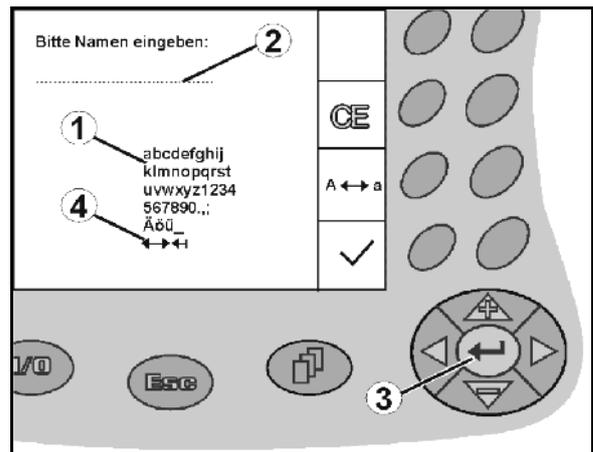

Fig. 12
S'il est nécessaire de saisir des textes ou des chiffres sur l'AMATRON⁺, le menu de saisie (Fig. 12) apparaît.
Dans la partie inférieure de l'écran s'affiche un champ de sélection (Fig. 12/1) qui comporte des lettres, des chiffres et des flèches permettant de remplir la ligne de saisie (Fig. 12/2) (avec du texte ou des chiffres).
Sélection des lettres ou des chiffres dans le champ de sélection (Fig. 12/3).
-  Validation de la sélection (Fig. 12/3).
Les flèches  du champ de sélection (Fig. 12/4) permettent de se déplacer dans le ligne de texte.
La flèche  du champ de sélection (Fig. 12/4) efface le dernier caractère saisi.